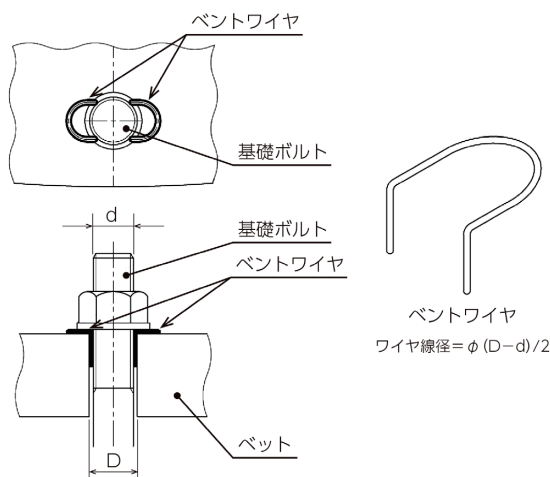

図 2.4-10 ベントワイヤでの基礎ボルト固定例
- A) 例えば図 2.4-10 に示すようなベントワイヤなどを用いて、基礎ボルトを直立にし、基礎ボルト穴の芯に収まっていることを確認します。